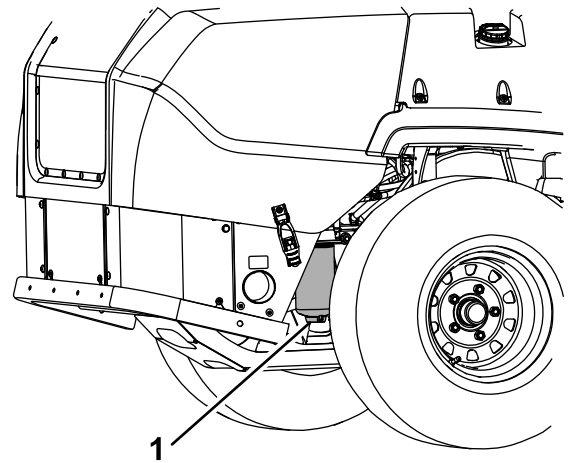

Figura 45
4. Abra el tapón de vaciado del separador de agua aproximadamente una vuelta para que se vacíen el agua y otros contaminantes (Figura 45).